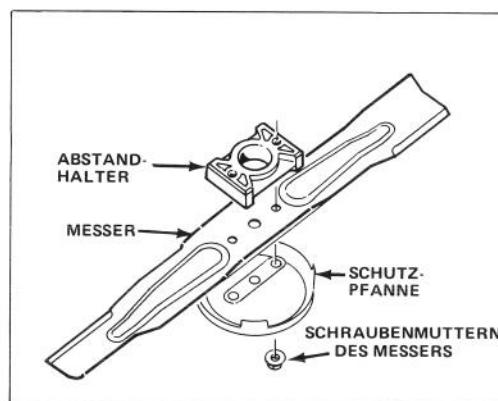

Bild 22
- 5A. ENTFERNEN DES MESSERS — Endstück des Messers mit einem Lappen, bzw. einem dicken Handschuh anfassen. Schraubenmuttern des Messers, Schutzpfanne, Messer und Abstandhalter (Bild 22).